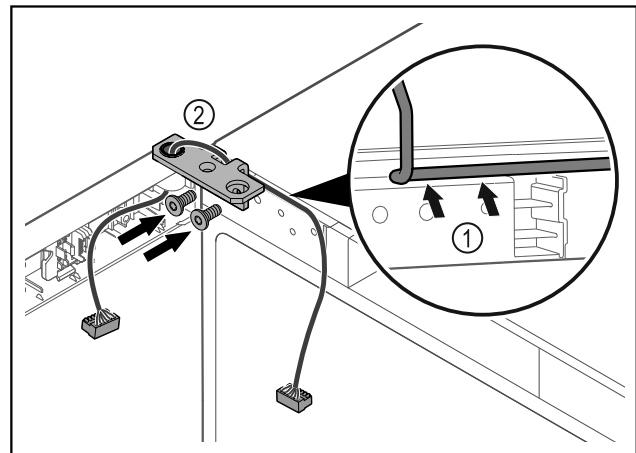

Fig. 47
- ▶ Кабель провести через виїмку шарнірного кутика і обережно прокласти Fig. 47 (1).
- ▶ Накрутити шарнірний кутик Fig. 47 (2).